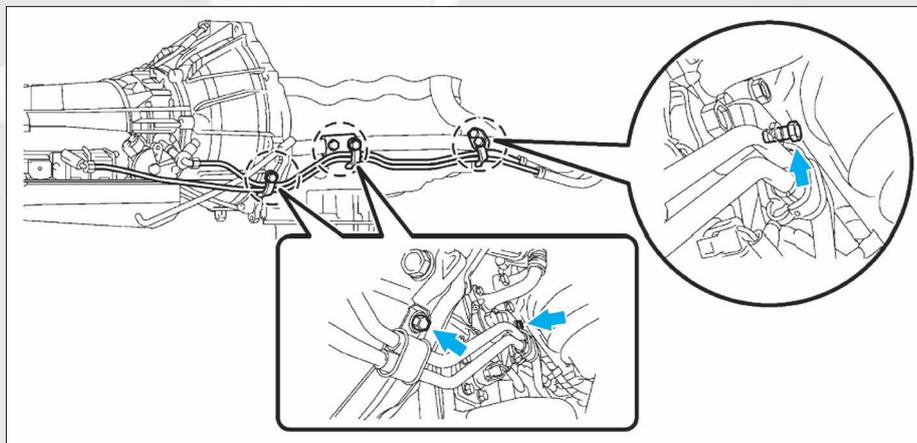

FIG. 6
- Déposer les tuyaux de refroidisseur d'huile (fig. 6).